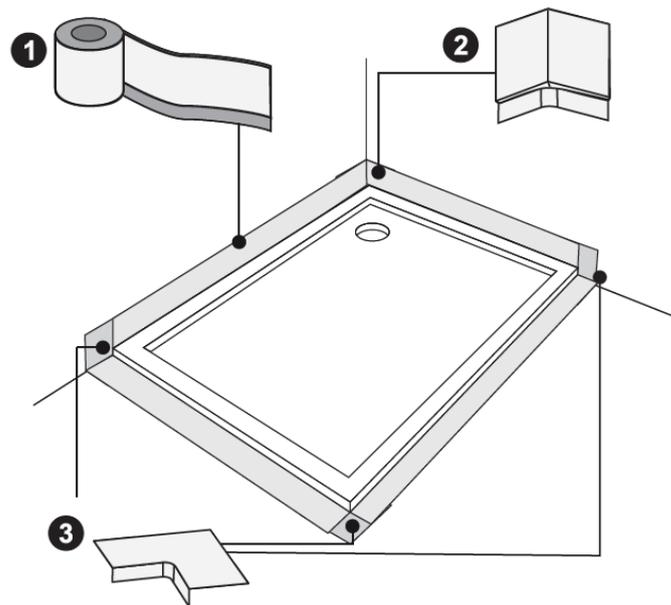
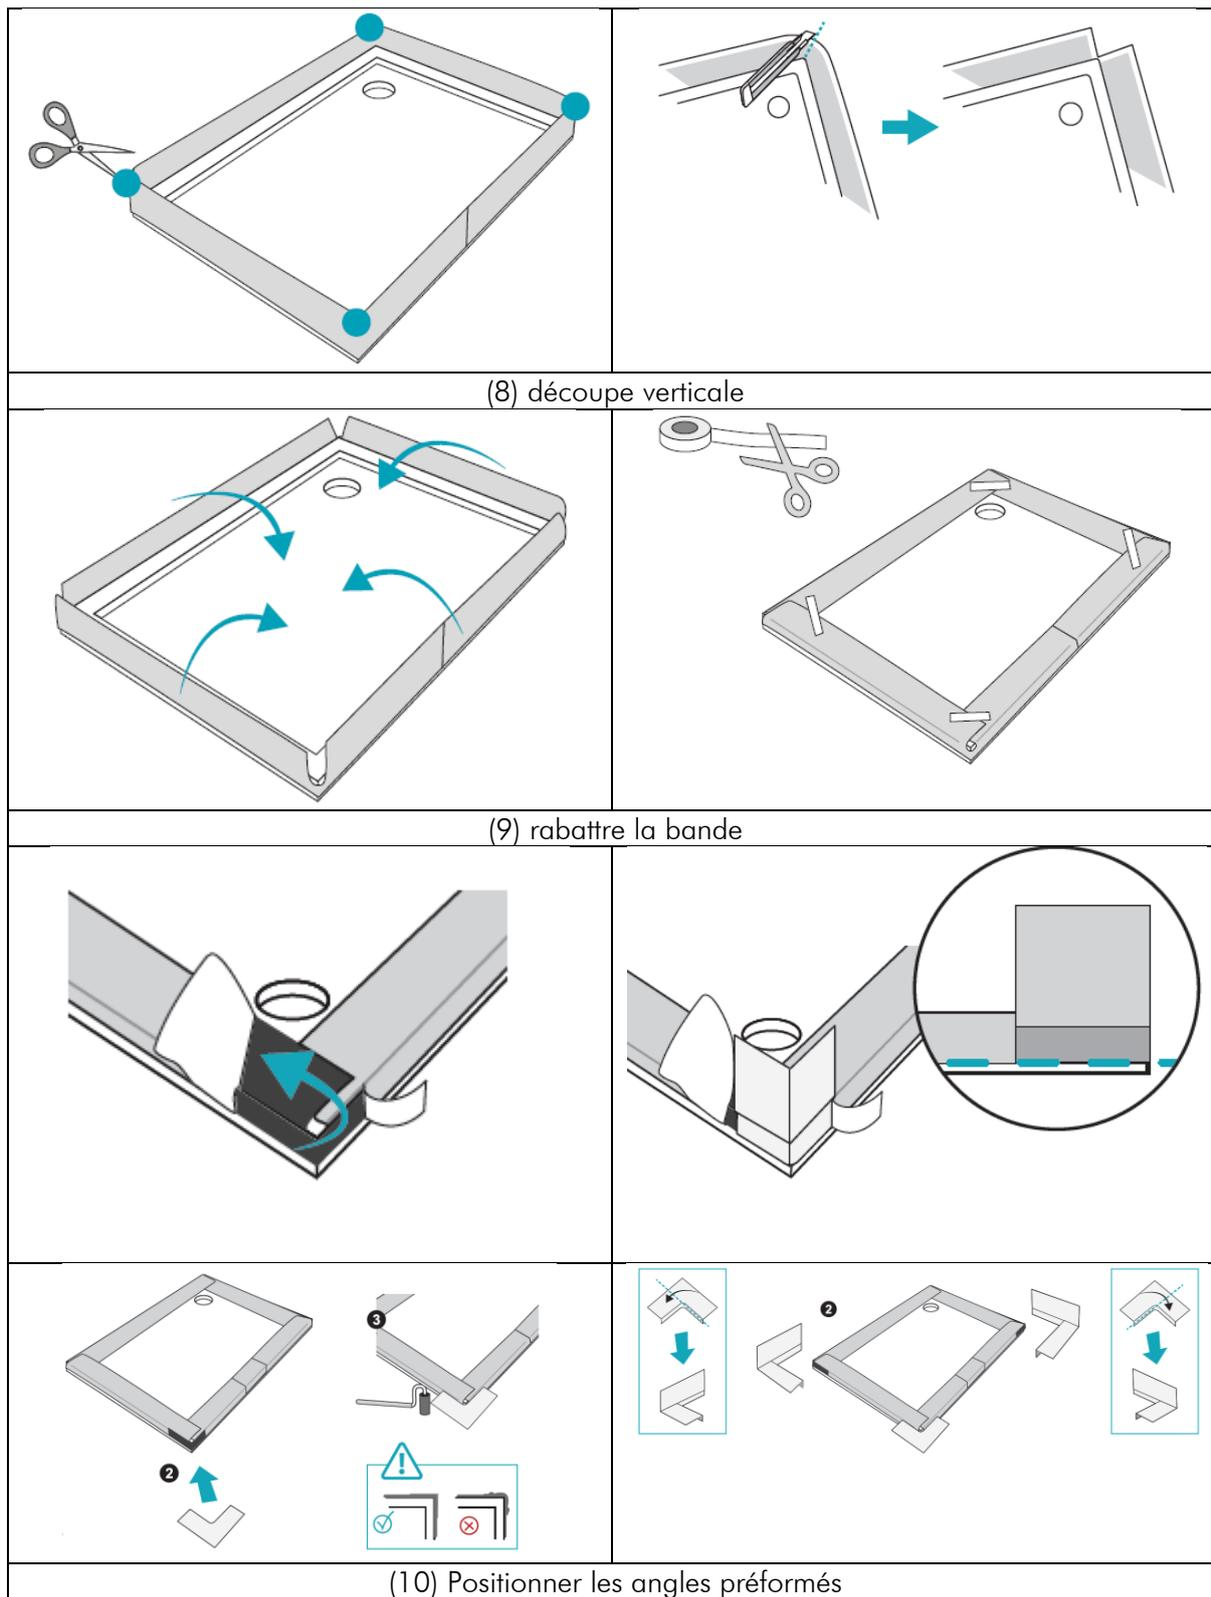
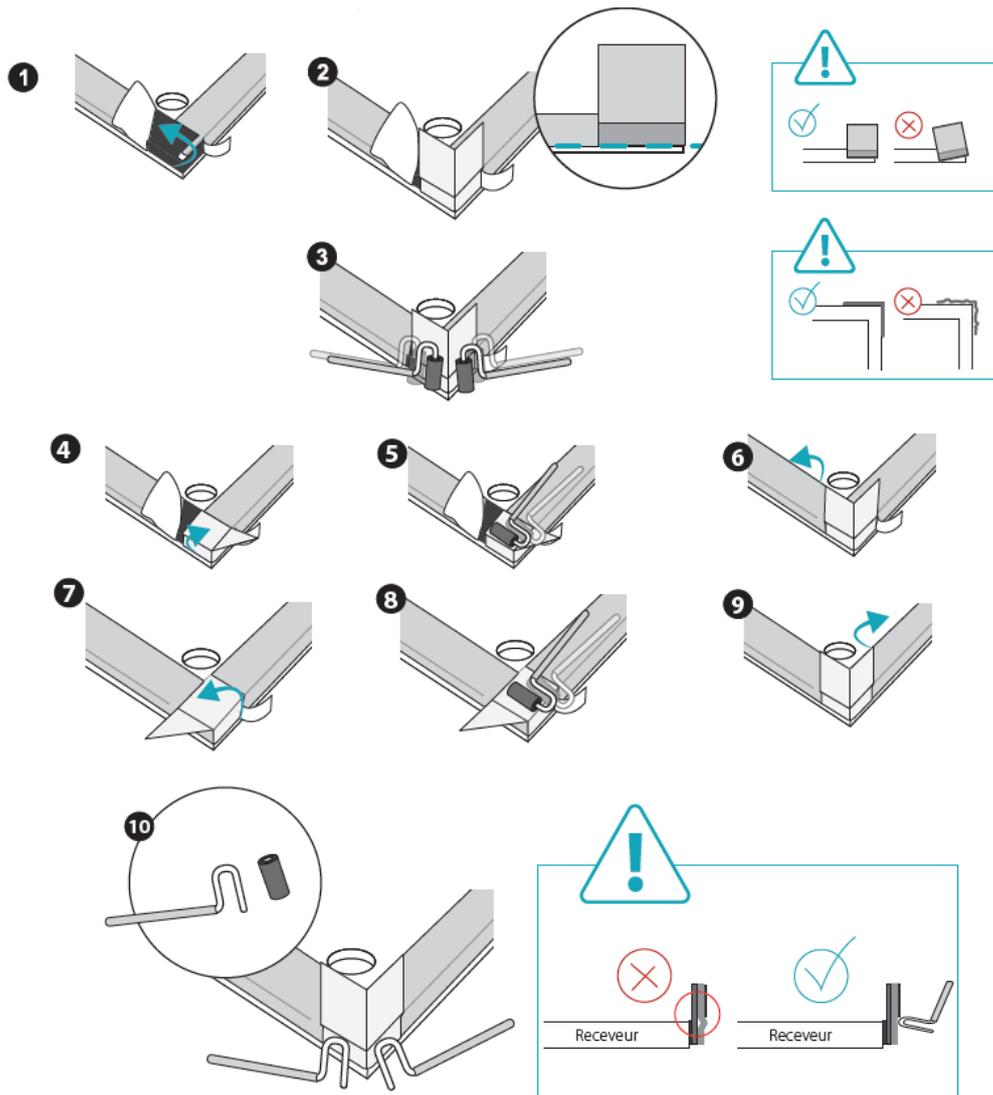

Figure 11 : Configuration d'angles et traitement avec les angles 3D préformés
Figure 12a : Préparation du receveur avec le kit d'étanchéité – positionnement et collage des pièces d'angles 3D préformés
Figure 12b : Préparation du receveur avec le kit d'étanchéité – liaison entre la bande et les pièces d'angles 3D préformés
Positionnement et collage des angles 3D préformés (Figure 11, Figure 12a et Figure 12b)
Les différentes configurations d'angles et leur traitement sont décrits précisément en Figure 11.
- (8) Réaliser avec soin une découpe verticale de la bande aux angles nécessitant la mise en place d'angles 3D préformés
- (9) Rabattre les bords de la bande sur le receveur et les immobiliser avec du scotch (type ruban de masquage).
- (10) Positionner et coller les angles 3D préformés selon la configuration rencontrée (cf. Figure 11).
- (11) Réaliser la liaison entre la bande et les différentes pièces d'angles (figure 12b). Utiliser le rouleau à maroufler sur l'ensemble de jonction.
- (12) Immobiliser l'ensemble du kit sur le receveur avec du scotch (type ruban de masquage).